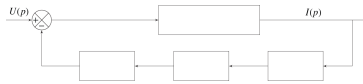

FIGURE 1.22 – Schéma-blocs
**Question 2** Compléter alors le schéma-blocs du moteur dans figure 1.22. On précisera la grandeur associée à chaque lien.